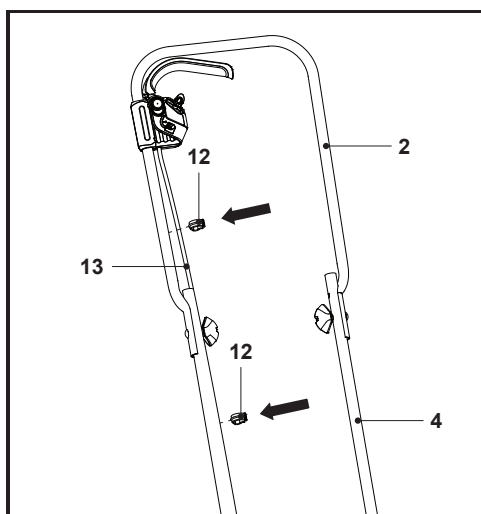

Fig. 3
3. Fixer le cordon d'interconnexion (13) à l'aide des clips pour cordon (12) sur les guidons (2, 4) (Fig. 3).